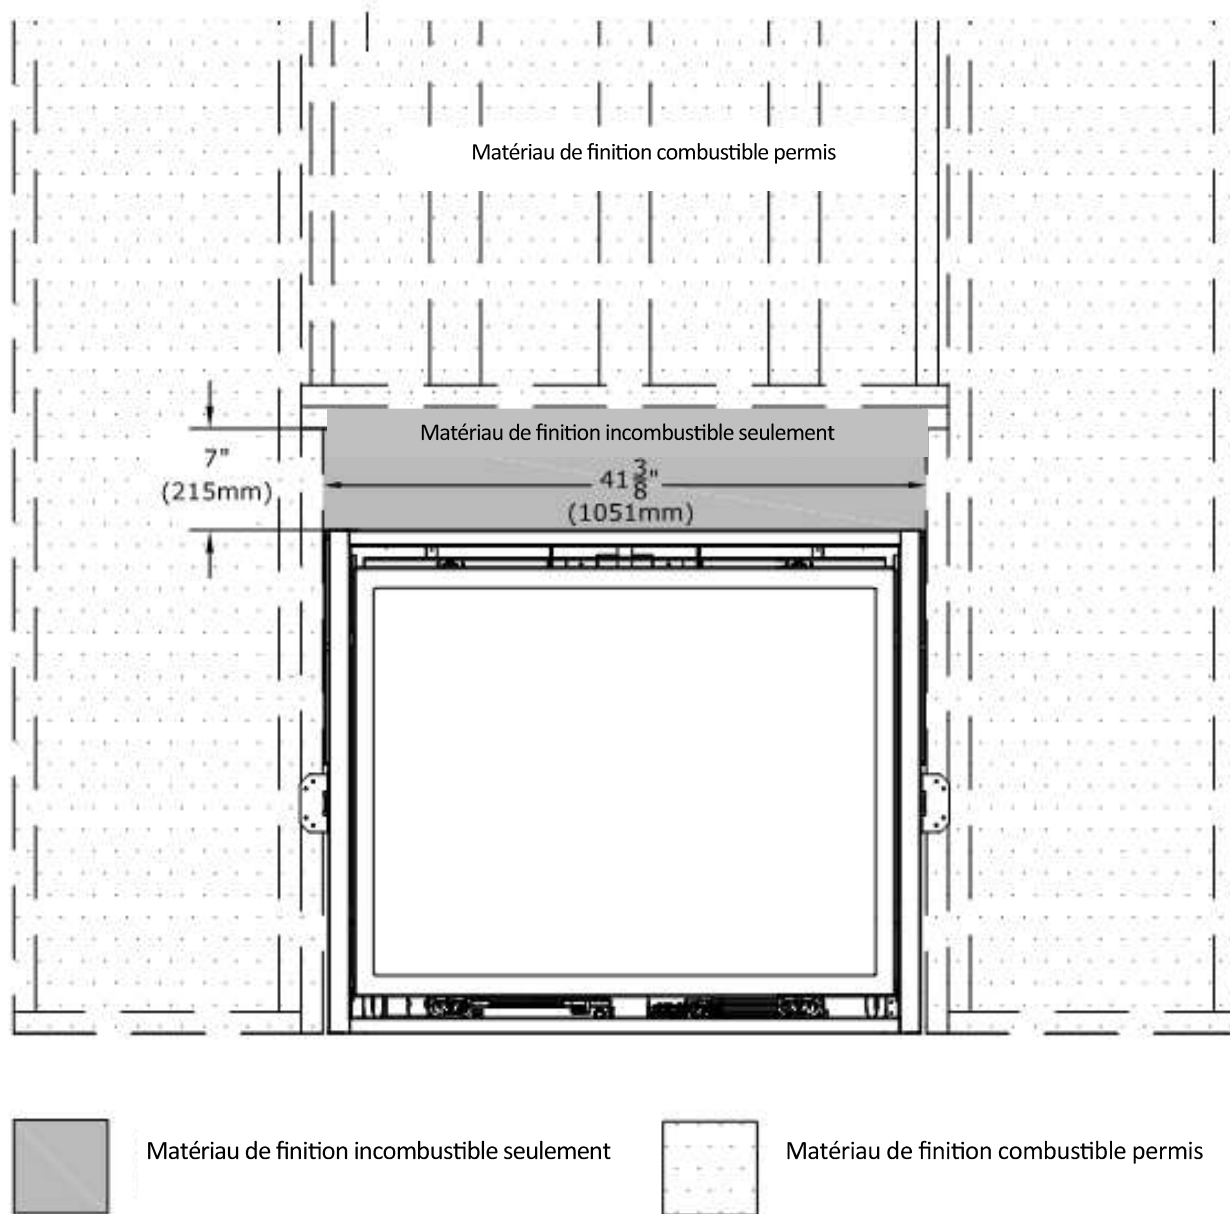

Figure 5.5 - Exigences d'installation des matériaux de finition incombustibles
- Un panneau incombustible de 42-7/8 po x 10-1/2 po est fourni avec ce foyer. Ce panneau couvre plus que la surface de façade incombustible exigée. Voir la Figure 5.5 (Zone de finition incombustible) pour les exigences minimums concernant les matériaux de finition incombustibles.